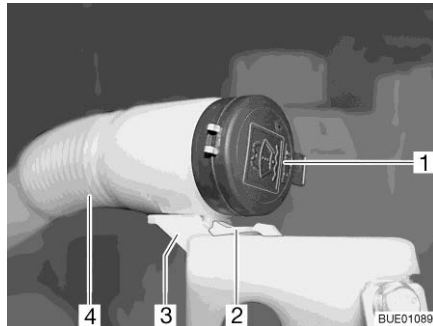

Bild 42 Påfyllningsöppning spolarvätskebehållare
- Tryck ner tappens (Bild 42,2) och håll den nedtryckt.
- Dra ut den böjliga slangens (Bild 42,4) framåt ut ur hållaren (Bild 42,3).
- Tag av locket (Bild 42,1) från spolarvätskebehållarens påfyllningsöppning.